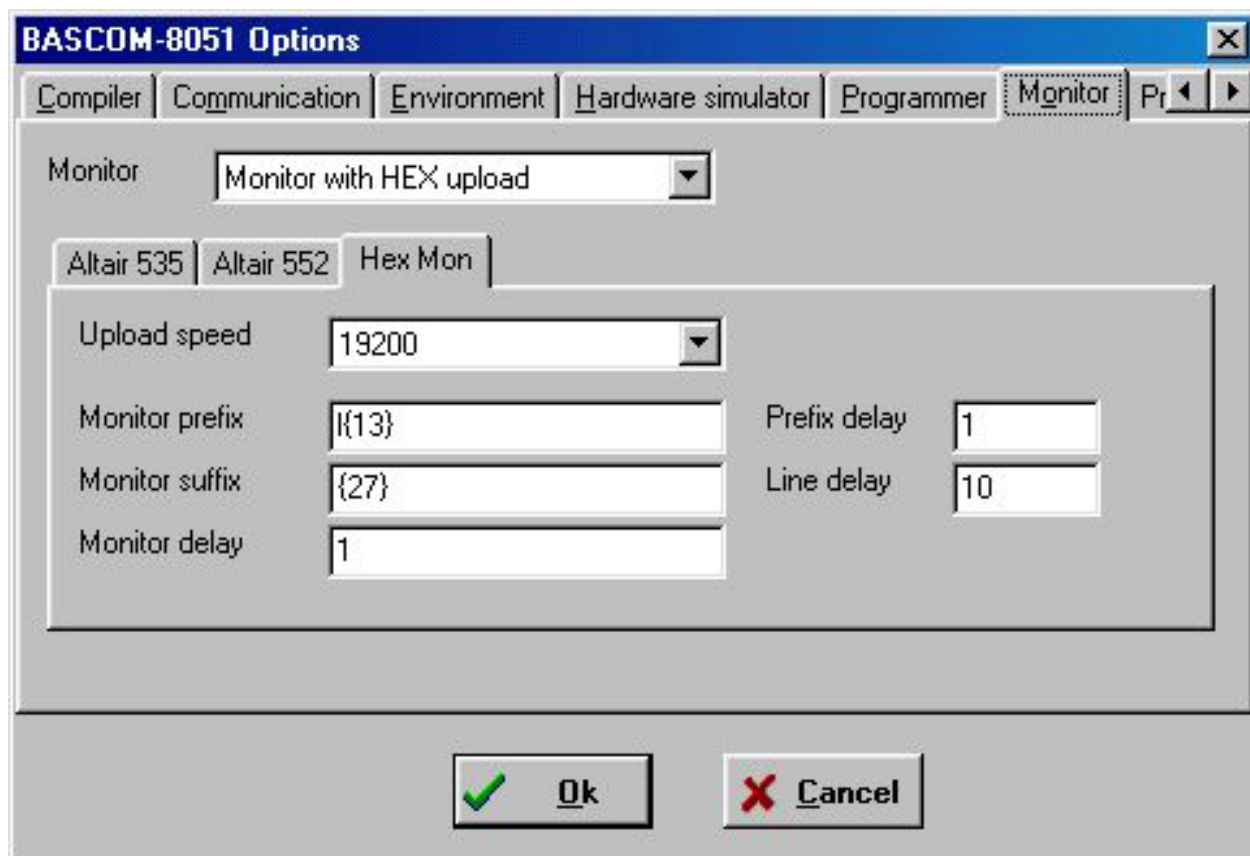

FIGURA 5: PARAMETRI DI COMUNICAZIONE CON FMO 52
- Tramite il menu Options | Compiler | Monitor, configurare i parametri della comunicazione con **FMO 52** come da figura 5, e premere OK.